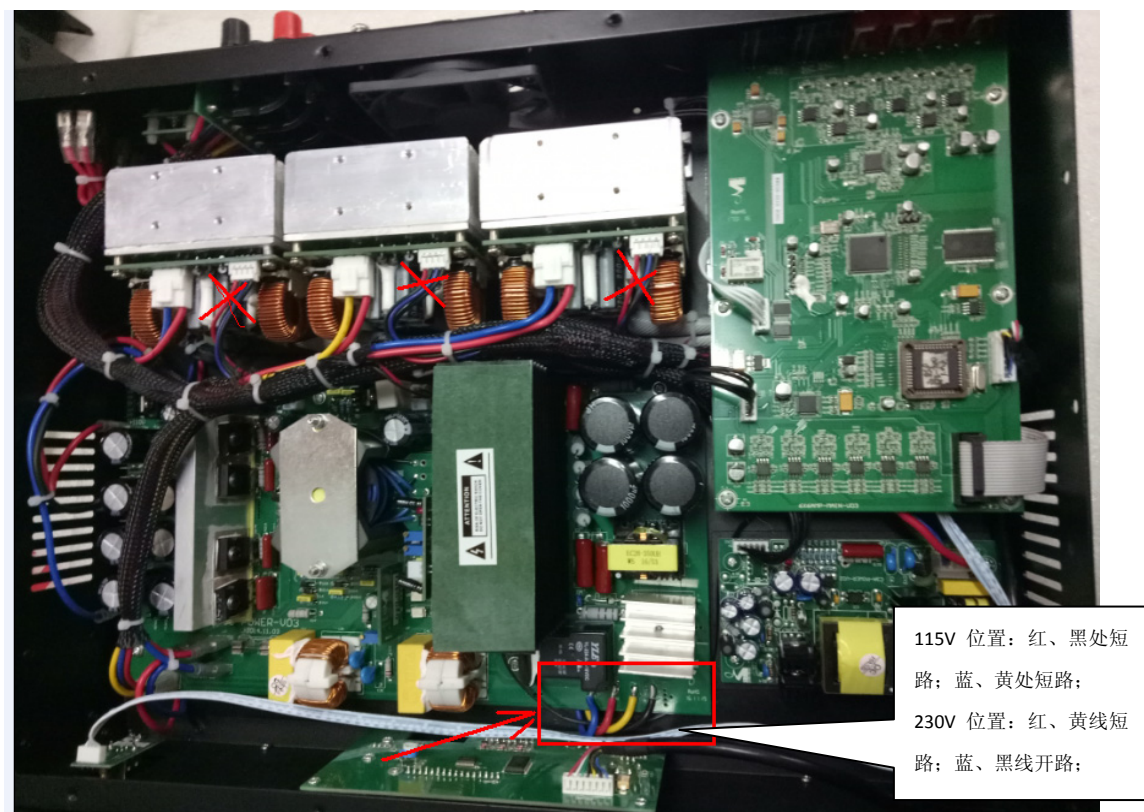

图 28
7.1 万用表短路档,测量电源座 L/N/GND 之前是否存在短路;确认相应的电压拨动开关位置,图 27;注意,老化前测试使用 120V 进行测试;检查内部各接线是否正常;通电设备有短路保护装置;上电前,将功放供电端子拔掉,图 28 处 3 个打“X”处;检查图 28 红圈处线材位置是否符合,拨动开关拨到不同电压值测量情况;